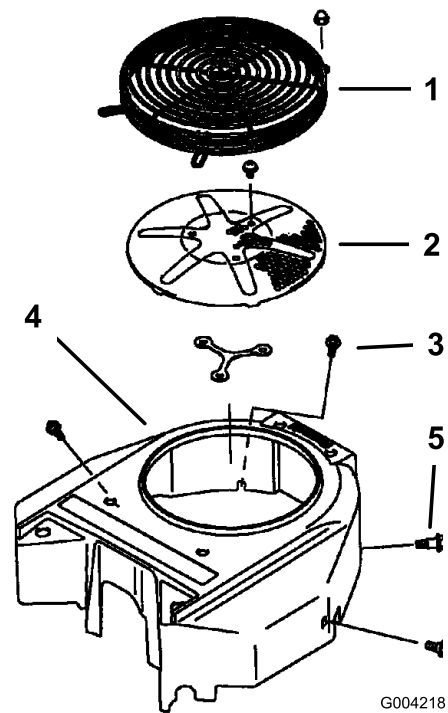

Figura 59
Antes de cada uso, elimine cualquier acumulación de hierba, suciedad u otros residuos de la rejilla del motor. Esto ayuda a asegurar una refrigeración adecuada y una velocidad de motor correcta, y reduce la posibilidad de sobrecalentamiento y daños mecánicos al motor (Figura 59).
3. Retire la rejilla de entrada de aire, el arrancador de retroceso y la carcasa del ventilador (Figura 59).
5. Instale la rejilla de entrada de aire, el arrancador de retroceso y la carcasa del ventilador (Figura 59).